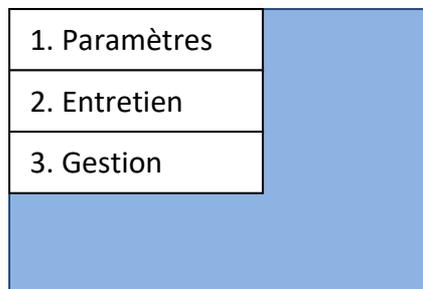
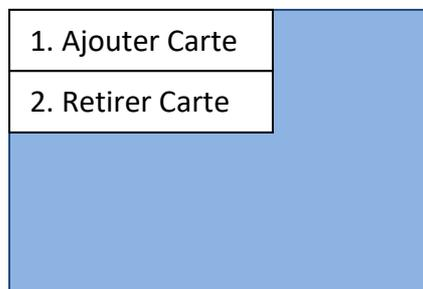

Figure 22 - Page principale de configuration
Figure 30 - Page de contrôle de la carte RFID
- 4) Si le mot de passe est correctement saisi, la page indiquée à la Figure 22 s'ouvre, il est ainsi possible d'accéder à toutes les configurations du dispositif. Les rubriques du menu peuvent être sélectionnées avec les touches Avant et Retour.
- 1) Depuis la page de la Figure 22, sélectionner le point « 1. Paramètres » et appuyer sur la touche Confirmer/Entrée. Attendre l'affichage de la page indiquée à la
- 1) Depuis la page de la Figure 22, sélectionner le point « 2. Entretien » et appuyer sur Confirmer/Entrée. Attendre l'affichage de la page indiquée à la Figure 27.
- 1) Depuis la page de la Figure 22, sélectionner le point « 3. Gestion » et appuyer sur Confirmer/Entrée. Attendre l'affichage de la page indiquée à la Figure 30.
- 3) Pour retirer une carte d'activation de charge, sélectionner « 2. Retirer Carte » depuis la page de la Figure 30 et attendre l'affichage de la page indiquée à la Figure 33.